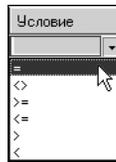

Рис. 8.21.
3. Выберите из раскрывающегося списка **Условие** нужный вариант (рис. 8.21). Набор доступных условий зависит от типа свойства.